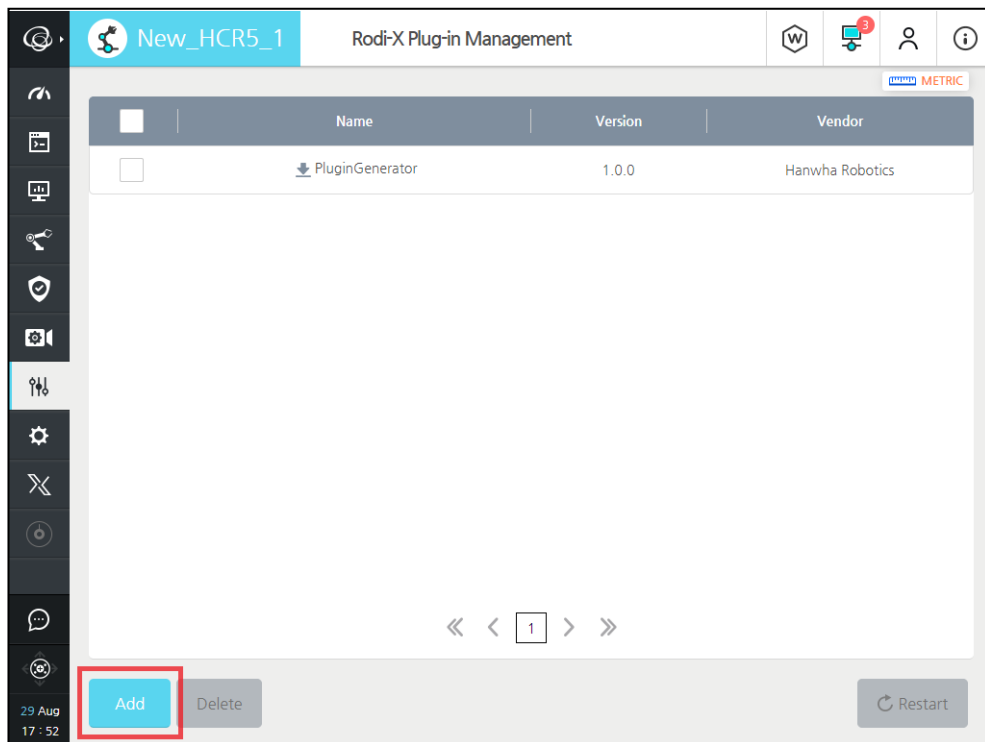

图 5.31 文件系统
3. 选择屏幕左下角的 **Add** 进入文件系统, 如图 5.31 所示。